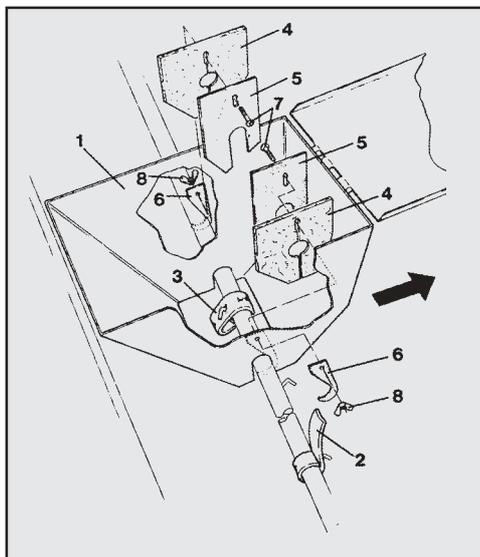

Рис. 120
Если высеваются лишь небольшие количества посевного материала при большом расстоянии между рядками, то целесообразно уменьшить объем семенного ящика, для того чтобы сохранить как можно меньшим остаточное количество. Монтаж вставных ящиков (рис. 120/1) уменьшает остаточное количество, которое нельзя посеять, до минимума.
- При севе плохо текущего посевного материала необходимо смонтировать перед монтажом вставного ящика перемешивающую резину, согласно рис. 120/2 или рис. 120/3, для того, чтобы удалить из вставного ящика даже последние остатки посевного материала.
- Вставить ящик (рис. 120/1) в заданное место в семенном ящике.
- Закрепить прокладку (рис. 120/4) при помощи стального листа для покрытия (рис. 120/5) внутри и зажимного крючка (рис. 120/6) снаружи вставного ящика при помощи круглого винта М6 (рис. 120/7) и барашковой гайки (рис. 120/8). Оба зажимных крючка захватывают под мешалку.